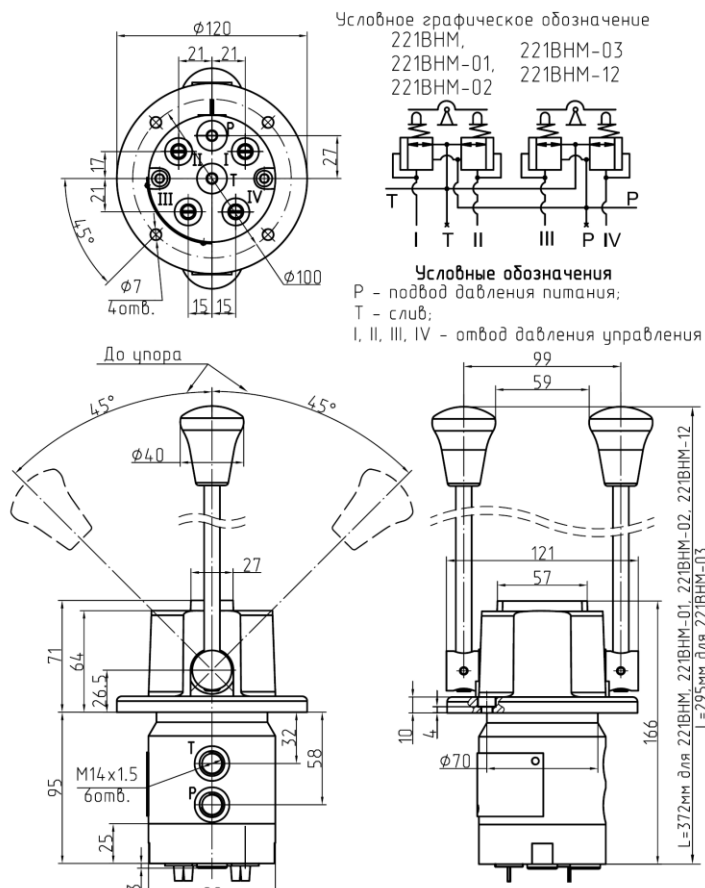

Рисунок 1 - Блок управления серии 221ВНМ
1.5 Основные габаритные и присоединительные размеры блоков управления, гидравлическая схема, приведены на рис.1, технические характеристики блоков управления приведены в таблице 1.